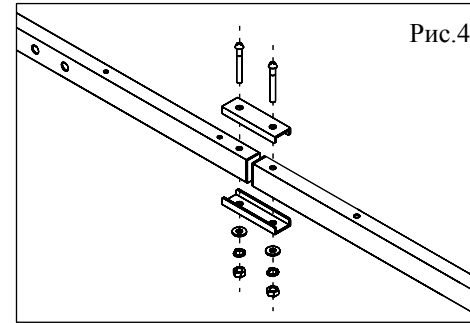

Рис.4
5.6.Соединить основную штангу с дополнительной секцией с помощью скоб, используя винты №3 (рис.4).